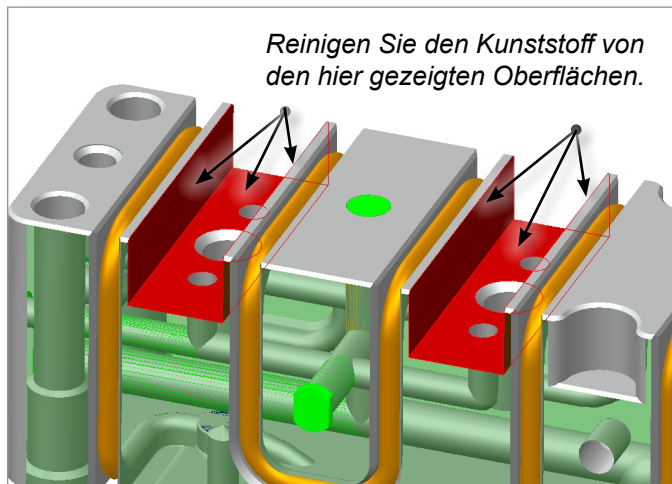

Abbildung 5-85 Entfernen Sie Kunststoffreste von Oberflächen
1. Reinigen Sie alle Kunststoffrückstände von Heißkanal-Schnittstellenoberflächen. Siehe Abbildung 5-85.